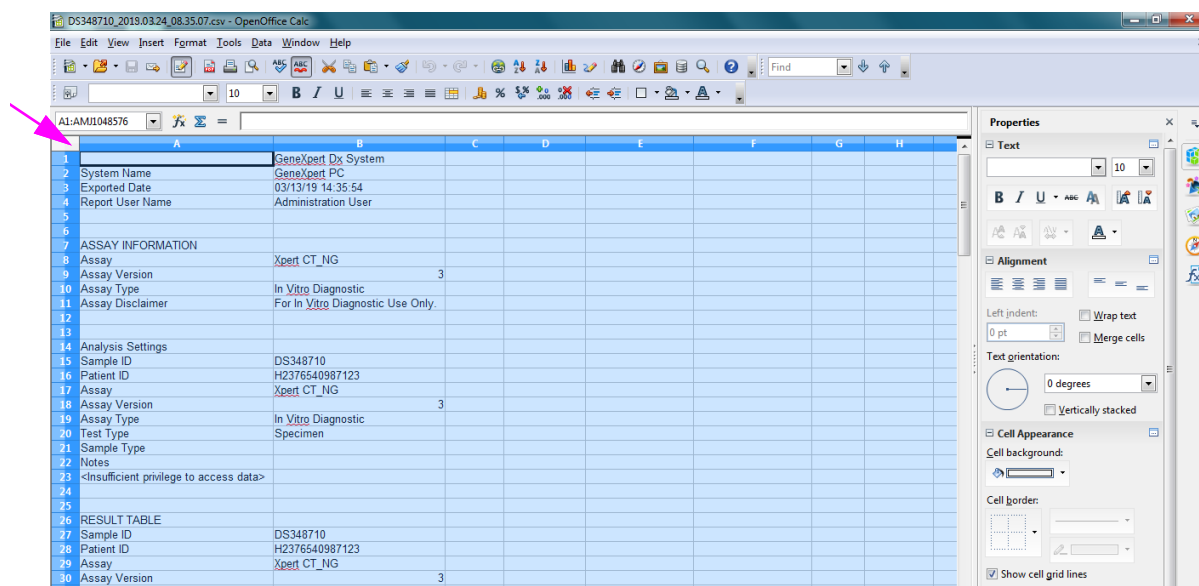

Figura 5-65. Tutte le caselle selezionate
5. Fare clic con il pulsante destro del mouse sull'intestazione delle colonne. A destra della colonna verrà visualizzato un menu a discesa (vedere la Figura 5-65).